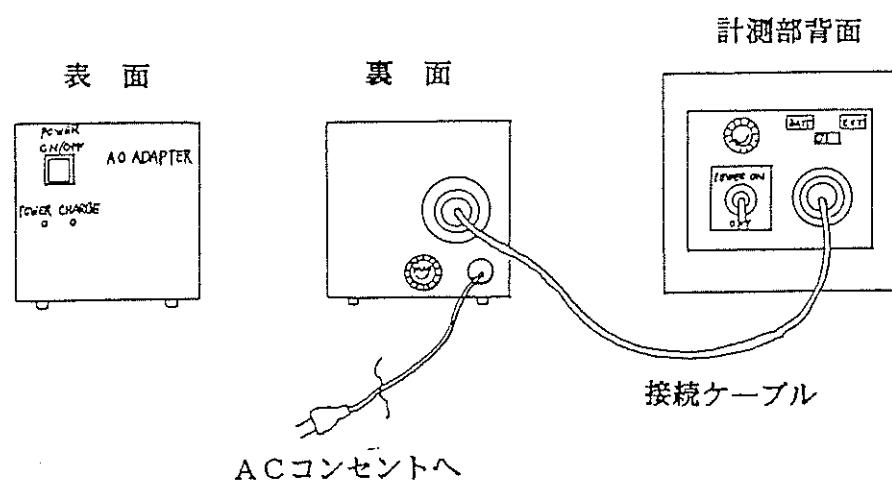

図3 ACアダプターと装置との接続
- ① ACアダプターと装置を充電器用接続ケーブルで接続します。（図3参照）
- ② ACアダプターの電源ケーブルをACコンセントに接続します。
- ③ 装置のPOWERスイッチをOFFにしておきます。そのとき装置の背面にあるEXT-BATT切替スイッチはどちらでも充電できます。
- ④ 電源ユニット（ACアダプター付充電器）のPOWERスイッチをONにします。